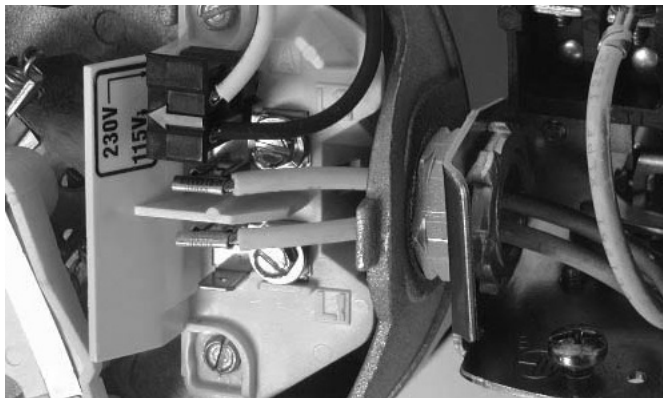

Figura 7 Tensión configurada para 115 V, tipo ficha.
3. Mueva la ficha de cambio de tensión a la posición de 115 V. Ahora la ficha cubrirá 2 lengüetas metálicas y la flecha en la ficha quedará alineada con la flecha de 115 V en la etiqueta (consulte la Figura 7).